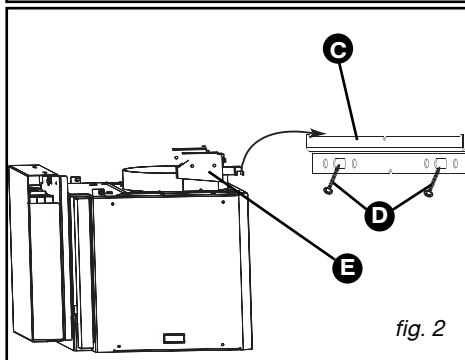

fig. 2
– Ajuste a altura e o nível através dos parafusos de ajuste (E / fig. 2) dos suportes (o parafuso superior para regular a horizontalidade, o parafuso inferior para regular a colocação na parede).